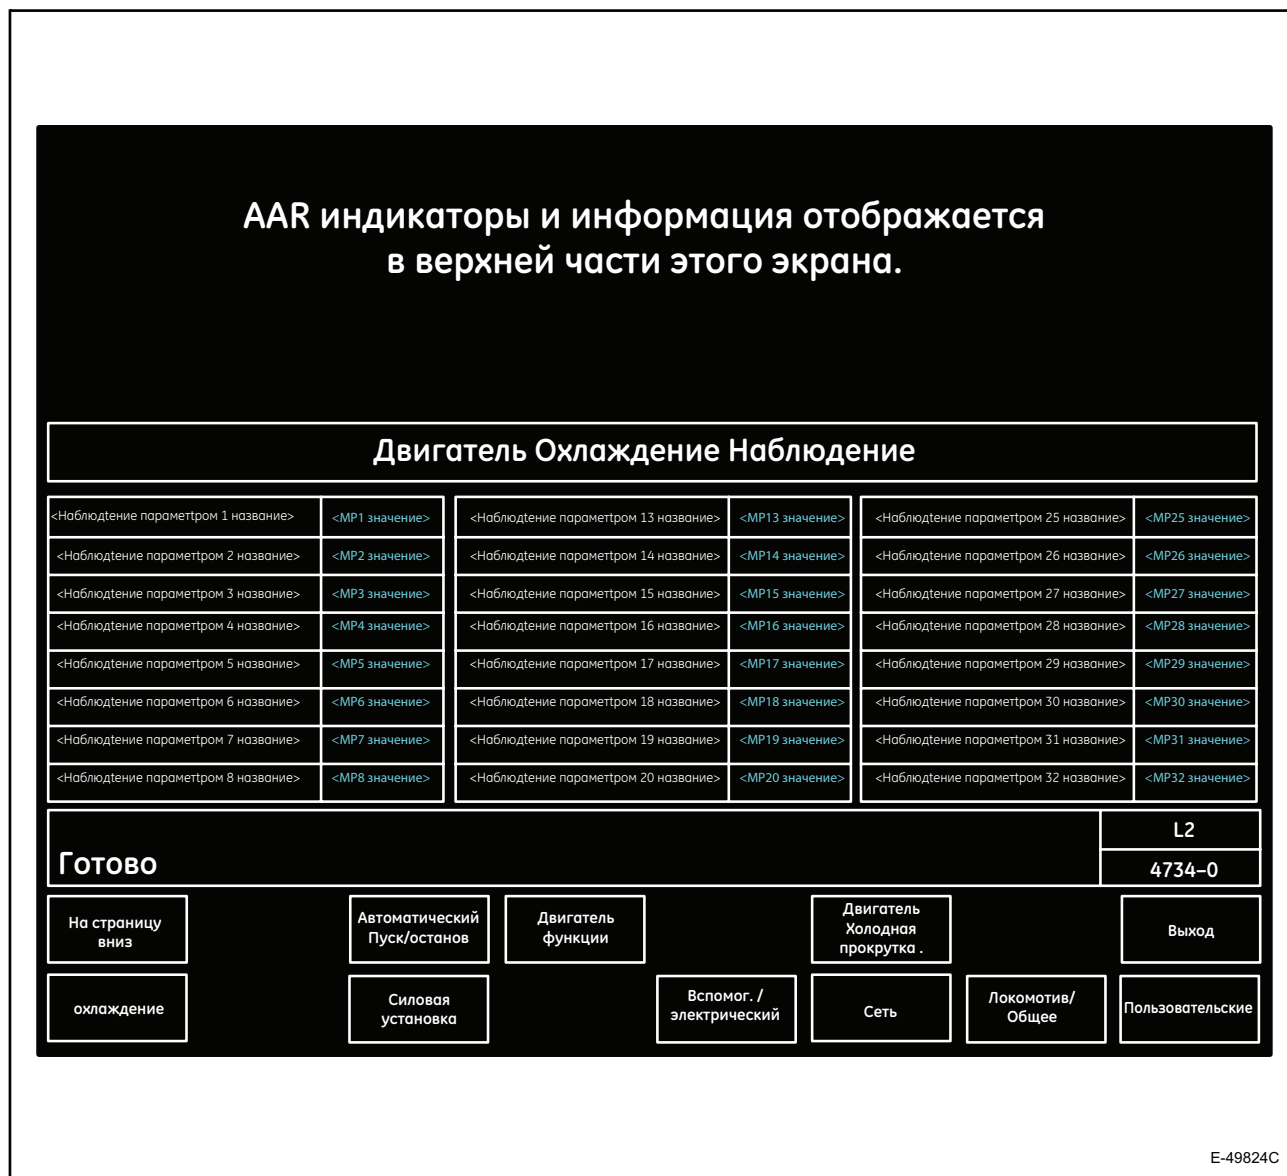

Рисунок 33. Типовой экран контроля охлаждения двигателя (4734-0)
5. Сенсорная клавиша F6 (**Engine Cooling**) (Охлаждение двигателя) - отображает экран контроля охлаждения двигателя (4734-0, Рисунок 33). На этом экране отображается и постоянно обновляется заранее определенный набор параметров, характеризующих охлаждение двигателя. Дополнительные сведения см. в разделе 3.6.8. "КОНТРОЛЬ ОХЛАЖДЕНИЯ ДВИГАТЕЛЯ" настоящей публикации.
На экране контроля охлаждения двигателя (4734-0, Рисунок 33) отображается и постоянно обновляется заранее определенный набор параметров, связанных с системой охлаждения двигателя.
5. Сенсорная клавиша F6 (**Engine Cooling**) (Охлаждение двигателя) - отображает экран контроля охлаждения двигателя (4734-0, Рисунок 33). На этом экране отображается и постоянно обновляется заранее определенный набор параметров, характеризующих охлаждение двигателя. Дополнительные сведения см. в разделе 3.6.11., *КОНТРОЛЬ ОХЛАЖДЕНИЯ ДВИГАТЕЛЯ* настоящей публикации.